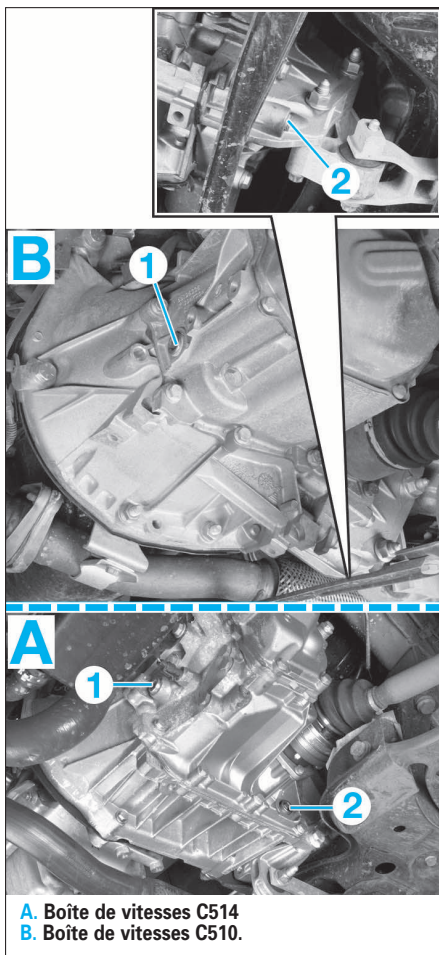

FIG. 15
- Dévisser le bouchon (1) de remplissage et de contrôle du niveau (Fig.15).
- Déposer le bouchon (2) et récupérer l'huile usagée.
- Déposer le bouchon (1) de remplissage et de contrôle du niveau si ce n'est pas déjà fait (Fig.15).